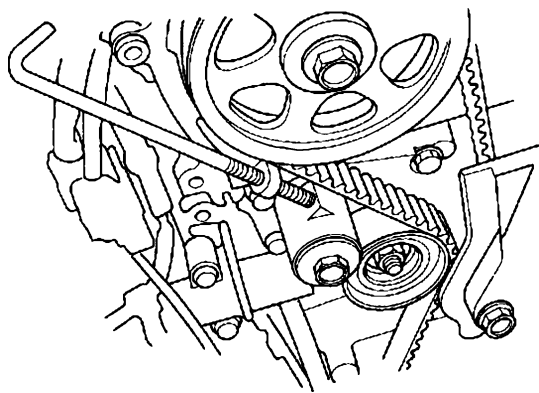

图 23-54 用螺栓固定正时带调节器
13) 按照图 23-54 所示, 用打磨好的螺栓把正时带调节器固定好, 并用手把螺栓拧紧。